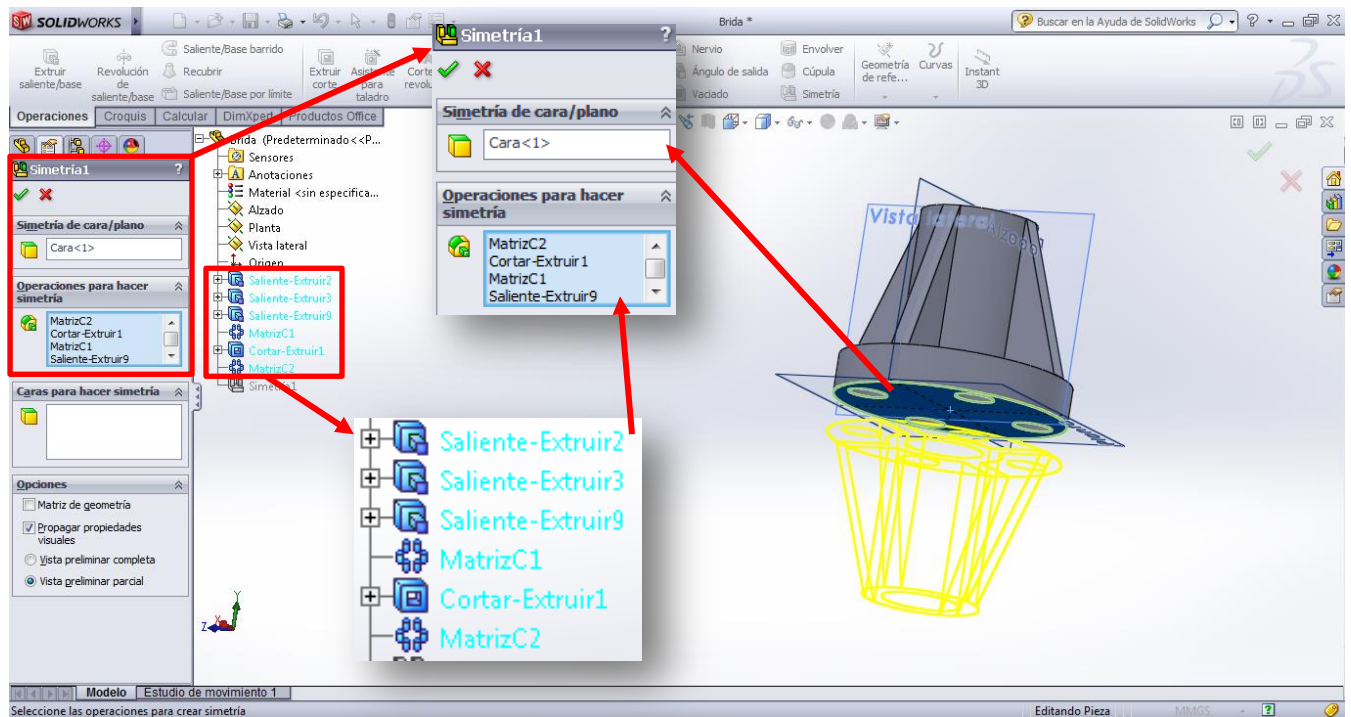

Figura 32. Definición de parámetros para la operación de simetría.
h) Ahora, se realizará una operación de simetría para toda la pieza anterior. Para esto, seleccione en el menú la operación *Simetría* . En la parte izquierda aparecerá la ventana donde debe definir los parámetros de la operación, comenzando por el plano (o cara) que servirá como referencia para la simetría, es decir, el que servirá como “espejo”. En este caso, seleccione la cara inferior de la base en la casilla correspondiente a “*Simetría de cara/plano*”, y en las “*Operaciones para hacer simetría*”, seleccione todas las operaciones que realizó anteriormente, partiendo desde el disco. Para esto, despliegue el árbol de trabajo y seleccione las operaciones de interés. En la Figura 32 se ilustra este procedimiento.